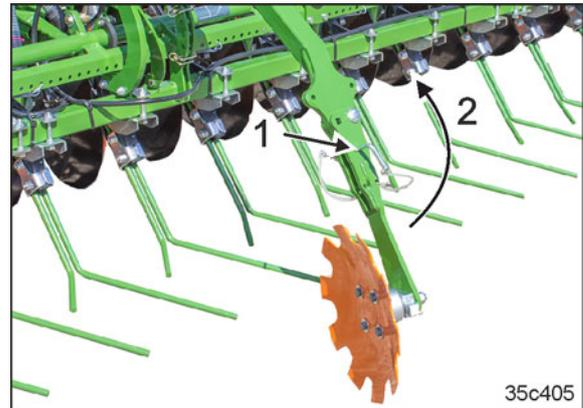

Рис. 242
5. Вытяните палец (Рис. 242/1) и переместите консоль (Рис. 242/2) с маркировочным диском в транспортировочное положение. В транспортировочном положении обе консоли должны складываться только в сторону середины машины и закрепляться с опорами маркировочных дисков.